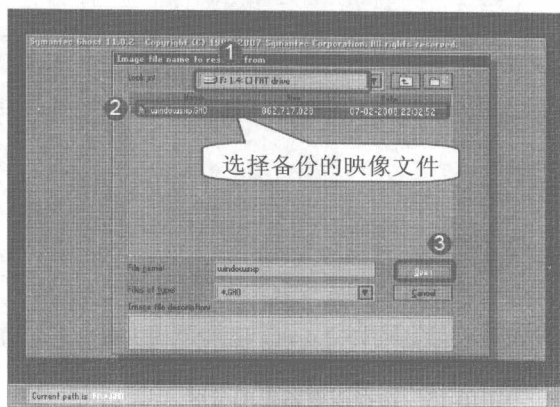

图 10-20 选择备份的文件
步骤③ 在弹出的如图 10-20 所示的对话框中, 选择备份文件的存放路径及名称。